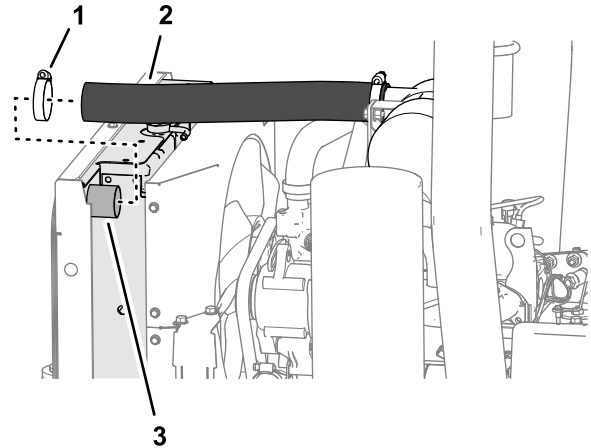

Bild 16
3. Entfernen Sie die Schlauchklemme, die den Luft-Ansaugleitung am Ablauf an der oberen Kühlerhalterung befestigt (Bild 16).